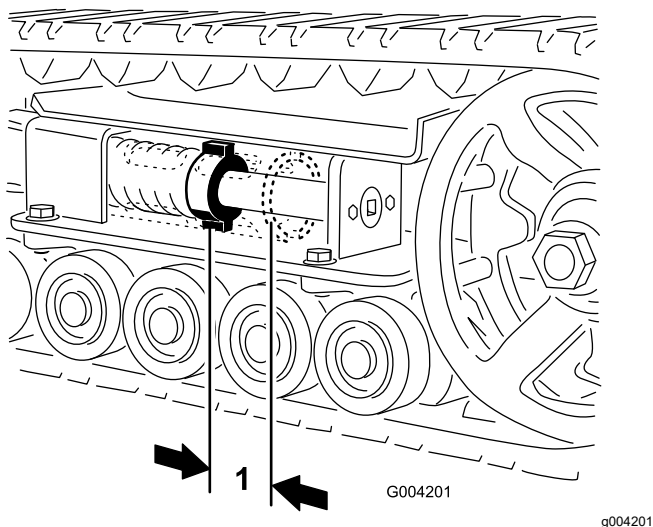

Figura 46
Deve essere presente uno spazio di 7 cm tra il dado di tensione e la parte posteriore del tubo di tensione (Figura 46). In caso contrario, regolare la tensione dei cingoli eseguendo la procedura di seguito riportata:
5. Utilizzando un cricchetto di trasmissione da 1/2", ruotate la vite di tensione in senso antiorario, fino a quando la distanza tra il dado di tensione e la parte posteriore del tubo di tensione (Figura 46) non è pari a 7 cm.
12. Ruotate la vite di tensione in senso antiorario, fino a quando la distanza tra il dado di tensione e la parte posteriore del tubo di tensione (Figura 46) non è pari a 7 cm.
18. Ruotate la vite di tensione in senso antiorario, fino a quando la distanza tra il dado di tensione e la parte posteriore del tubo di tensione (Figura 46) non è pari a 7 cm.